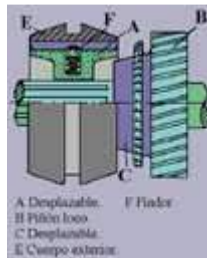

Fig. 34
Una vez desembragado el motor, con la palanca de cambios, se actúa sobre el desplazable correspondiente a la velocidad que se quiere obtener. Las primeras que entran en contacto son las superficies troncocónicas de ambos piñones (fig. 34), (desplazable A y el C), igualando sus velocidades. Acto seguido se desplaza el cuerpo exterior (E), venciendo el fijador (F) de muelle y bola, hasta acoplarse al dentado del piñón loco (fig. 35).